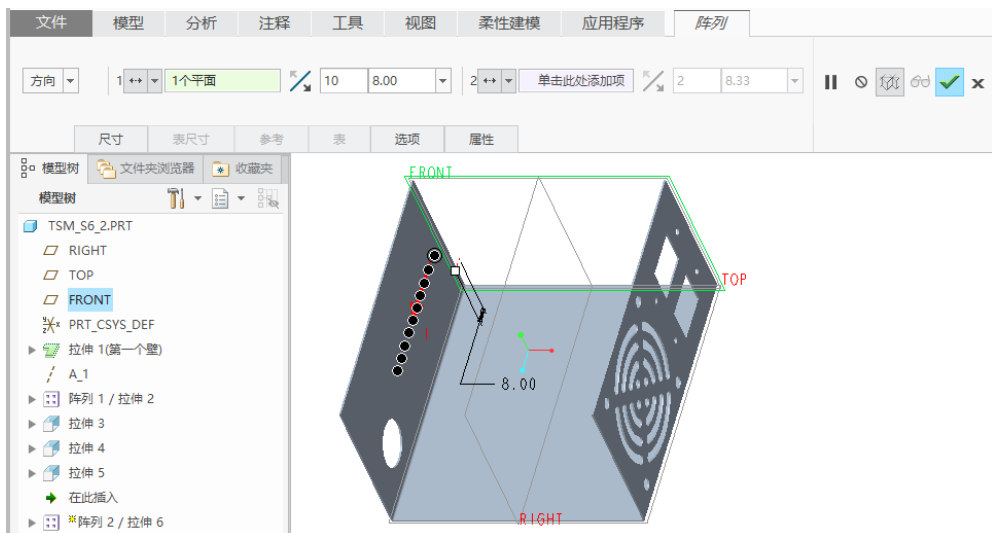

图 6-80 设置方向阵列参考及参数
(1) 选中刚建立的“竖槽”切口，从功能区的“模型”选项卡中单击“编辑”→ (阵列) 按钮，打开“阵列”选项卡。
(2) 从“阵列”选项卡的阵列类型下拉列表框中选择“方向”选项，选择 FRONT 基准平面作为第一方向参考，接着输入第一方向的阵列成员数为“10”，输入第一方向的阵列成员间的间距为“8”，如图 6-80 所示。